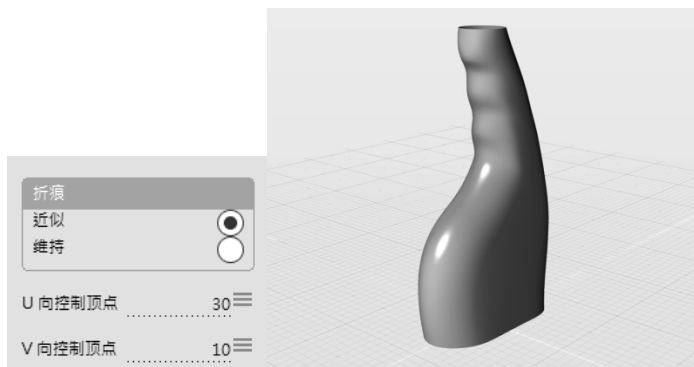

图 4-182 调整参数（左）以获得光顺的近似结果（右）
3) 在控制面板中，在“折痕”参数下选中“近似”单选按钮，该选项将优先控制两曲面进行曲率匹配，但曲面形状变化较大。随后调整“U 向控制顶点”参数的值为“30”，获得结果如图 4-182 所示。